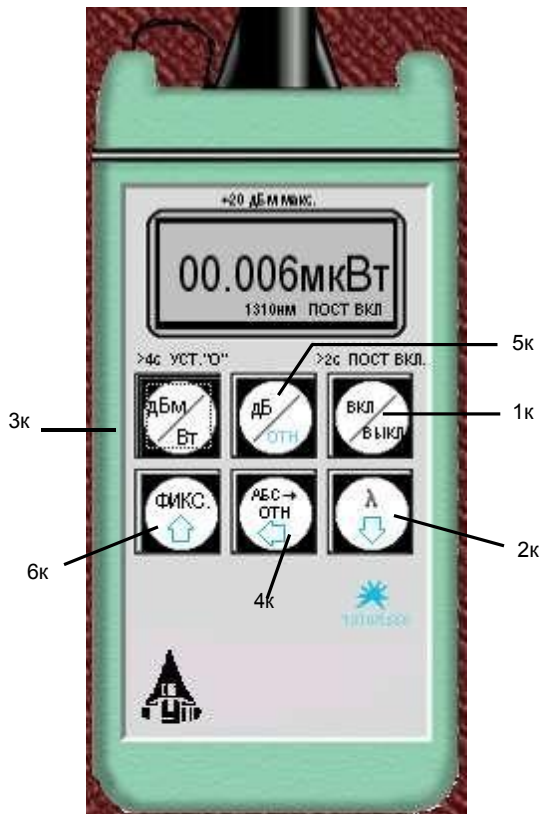

Рис. 3. Внешний вид и органы управления приемника излучения
ПИ (рис. 3) позволяет проводить следующие
где n – относительный показатель преломления призмы. Углы A и δ нужно измерить экспериментально на гониометре (рис. 3). Используя формулу (3), можно определить показатель преломления исследуемого материала для выбранной длины волны.